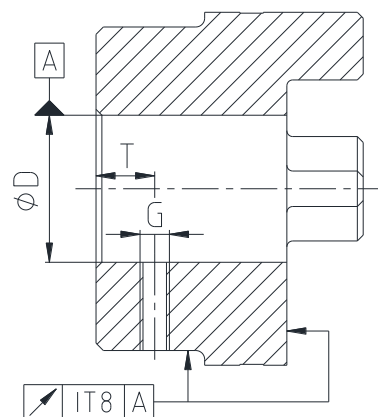

図 19: 同芯度と軸方向の振れ
- お客様が軸穴加工をされる場合はハブの外周と端面の振れが許容値を超えないようにしてください(図 19 をご参照)。